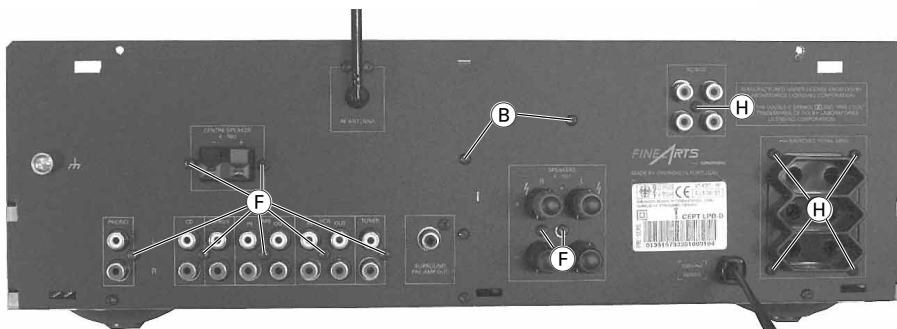

Fig. 2
- 2 Schrauben (B) herausschrauben (Fig. 2).
- Undo 2 screws (B) (Fig. 2).
- 9 Schrauben (F) herauserschrauben (Fig. 2).
- 5 Schrauben (H) herauserschrauben (Fig. 2).
- Undo 9 screws (F) (Fig. 2).
- Undo 5 screws (H) (Fig. 2).